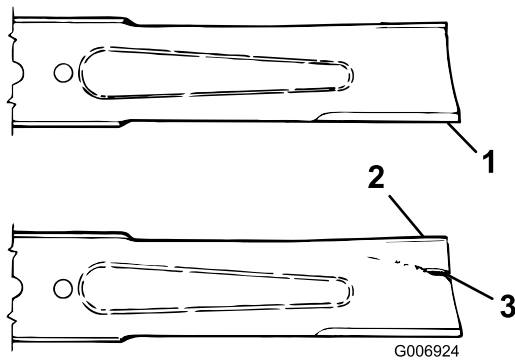

Bild 15
2. Prüfen Sie die Schnittkanten des Messers sorgfältig, insbesondere dort, wo die geraden Flächen die gebogenen berühren (Bild 15). Da Sand und anderes reibendes Material das Metall abschleifen kann, das die flachen mit den gebogenen Teilen verbindet, müssen Sie das Messer vor jedem Einsatz der Maschine prüfen. Tauschen Sie das Messer aus, wenn Sie eine Abnutzung feststellen (Bild 15); siehe „Entfernen des Schnittmessers“.
Wenn sich das Messer abwetzen kann, bildet sich ein Schlitz zwischen dem Windflügel und dem flachen Teil des Messers (Bild 15). Zuletzt kann sich ein Stück des Messers lösen und aus dem Gehäuse herausgeschleudert werden. Das kann zu schweren Verletzungen bei Ihnen selbst und Unbeteiligten führen.